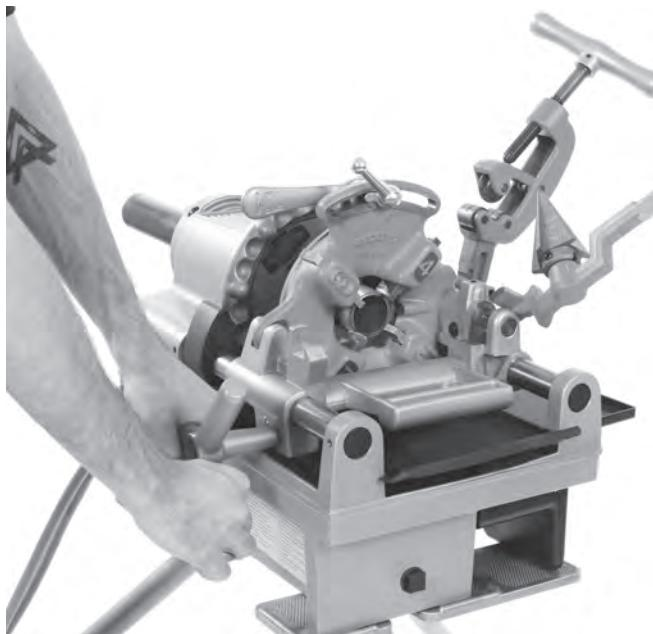

Figura 13 – Roscado de un tubo
3. Coloque el interruptor I/O en posición de encendido (I).
4. Con las dos manos, agarre el volante del carro. Vea la *Figura 13*.